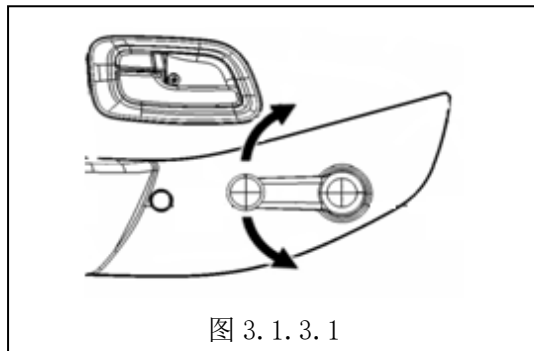

图 3.1.3.1
- a. 车窗玻璃升降手柄设在车门的内侧，顺时针转动手柄玻璃下降，逆时针转动玻璃则上升。（见图 3.1.3.1）
- b. 高配车型的前门配备电动车窗玻璃升降器，车窗开关分别设在左右车门的扶手上，开关下面为饮料瓶座，用于置放饮料瓶，拉起开关玻璃上升，压下开关玻璃下降，驾驶员车门上车窗开关前面的方形按钮为车窗锁止开关，用于驾驶员控制右前门玻璃的升降。（见图 3.1.3.2a 和 3.1.3.2b）